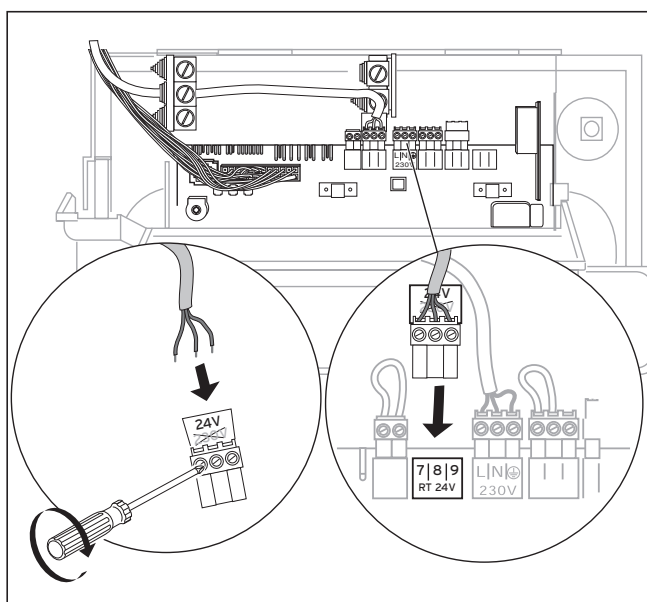

Fig. 4.6 Collegamento termostato modulante o VRC 7-8-9
- Collegare il termostato modulante o il VRC ai morsetti 7-8-9 (fig. 4.6).